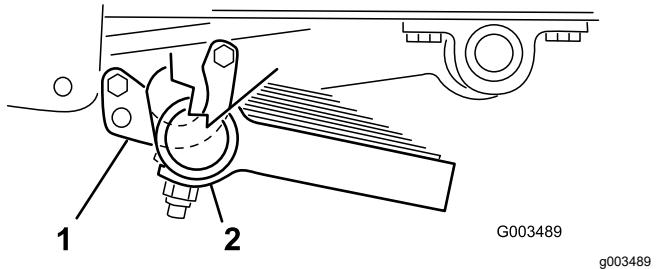

Рисунок 12
- Закрепите переднюю часть каждой опоры на узле трубы болтом (5/16 x 1 дюйм) и контргайкой (5/16 дюйма) (Рисунок 12).